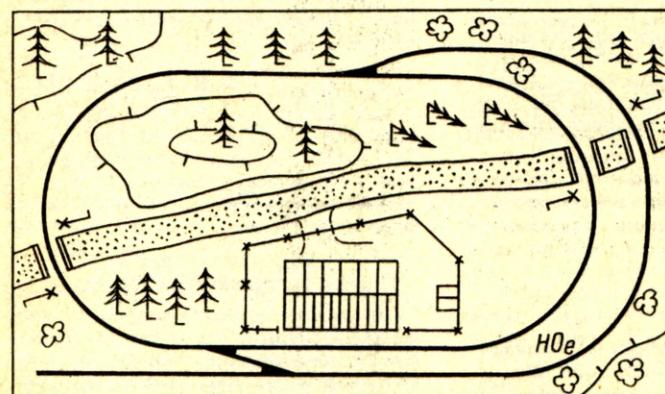

Рис. 2. Схема макета лесовозной дороги
**Лесовозная железная дорога.** Рекомендуемый типоразмер для макета — Н0е. Рельсовый материал шириной колеи 9 мм подготавливают как и в первом примере. Макет можно полностью выполнить в одной плоскости, но желательно хотя бы локально поднять ландшафт (рис. 2).